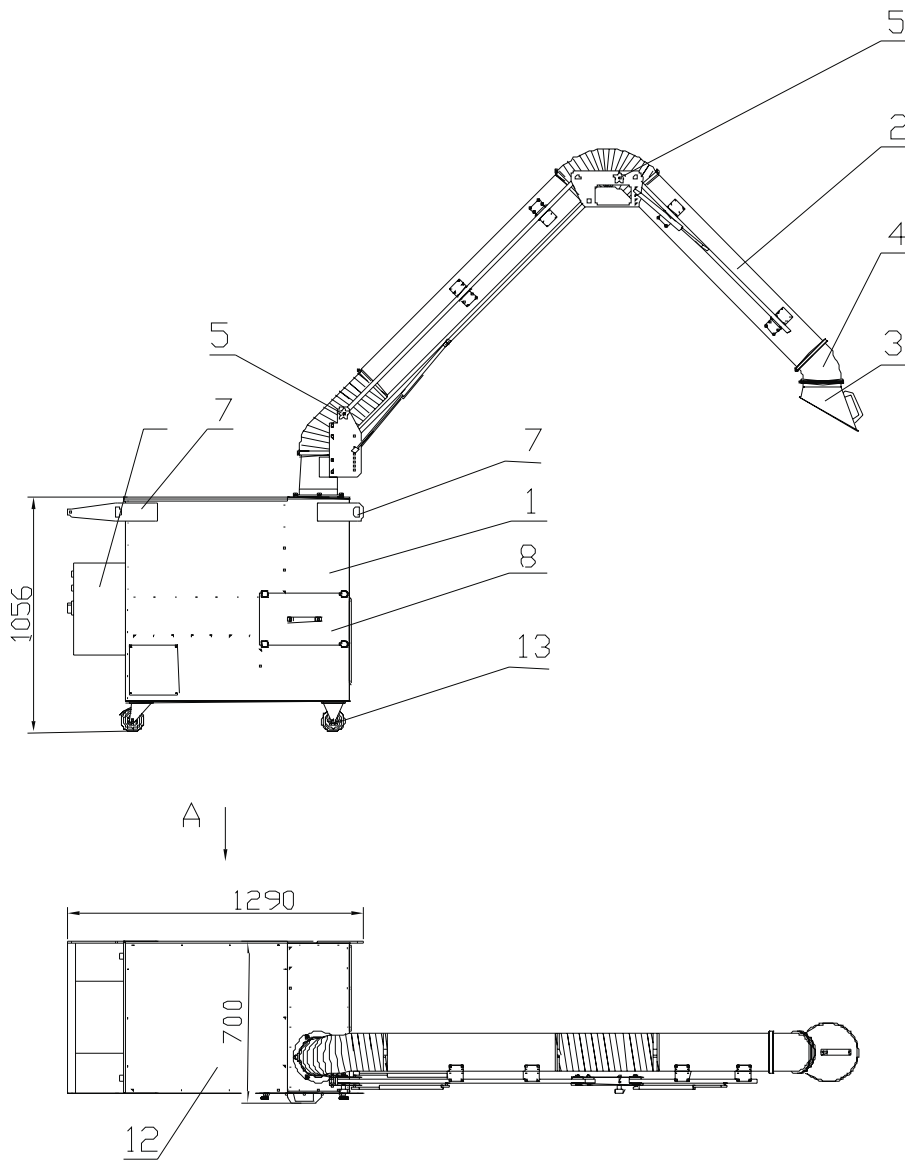

рис. 1
3.1 ФВА (рис.1,2) состоит из фильтровентиляторного блока (1) и подъёмно-поворотного вытяжного устройства (2).